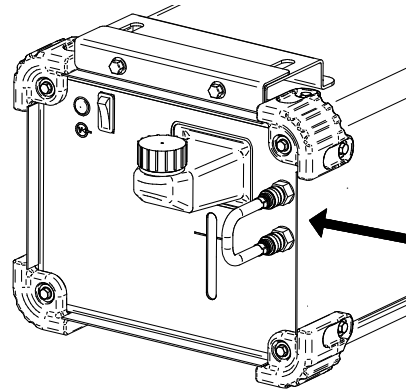

Abb. 5.
- Schließen Sie den Schlauch an den Wasserschnellanschluss (im Lieferumfang enthalten) an Vor- und Rücklauf des Kühlers an (Abb. 5).